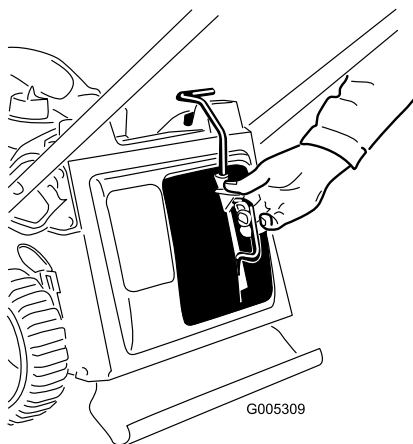

Figura 28
3. Introduzca el tapón de mulching (Figura 28).